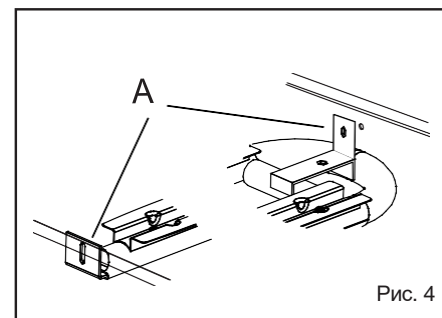

Рис. 4
- Отверните крепежные винты (рис. 4/A).